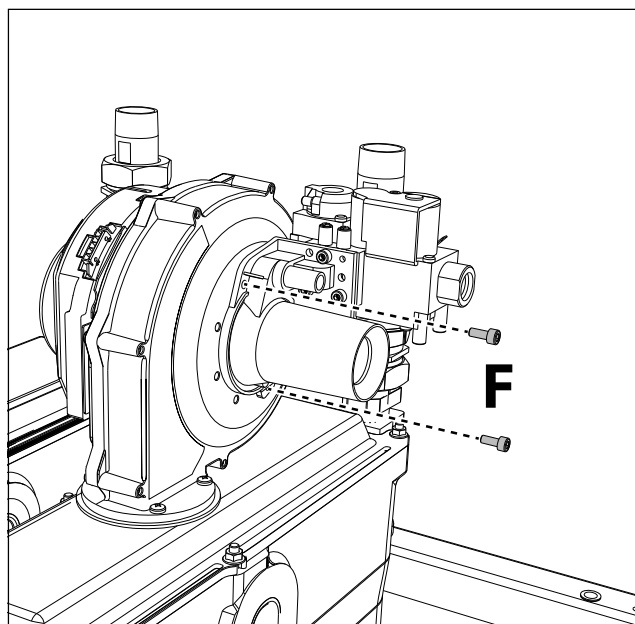
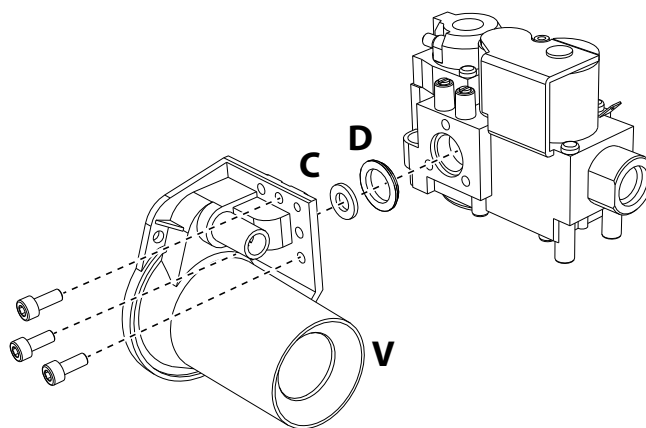

fig. 81
fig. 82
6. Desmonte el "Grupo Venturi", del ventilador, desenroscando los dos tornillos "F" (fig. 81).
7. Desmonte el Venturi "V" desenroscando los 3 tornillos (vea fig. 82).
Sustituya el inyector del gas "C", introduciéndolo en la junta "D", por el que se incluye en el kit de cambio de gas (vea fig. 82). Monte el "grupo Venturi" y fíjelo al ventilador (vea fig. 82 y fig. 81).